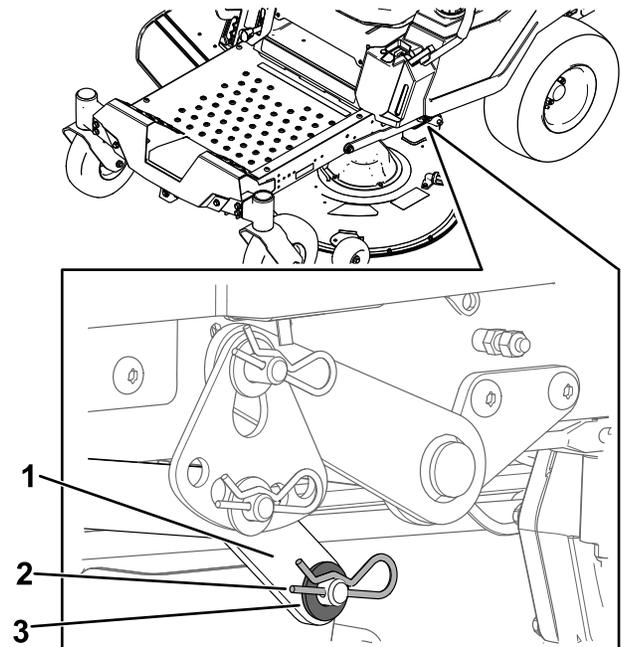

Figura 64
6. En un lado de la máquina, retire la arandela y la chaveta del pasador de la carcasa (Figura 64).
7. Retire el brazo de elevación del pasador de la carcasa (Figura 64).
5. En un lado de la máquina, levante la parte trasera de la carcasa de corte e instale el brazo de elevación en el pasador de la carcasa (Figura 64).
6. Instale el brazo de elevación usando la arandela y la chaveta (Figura 64).